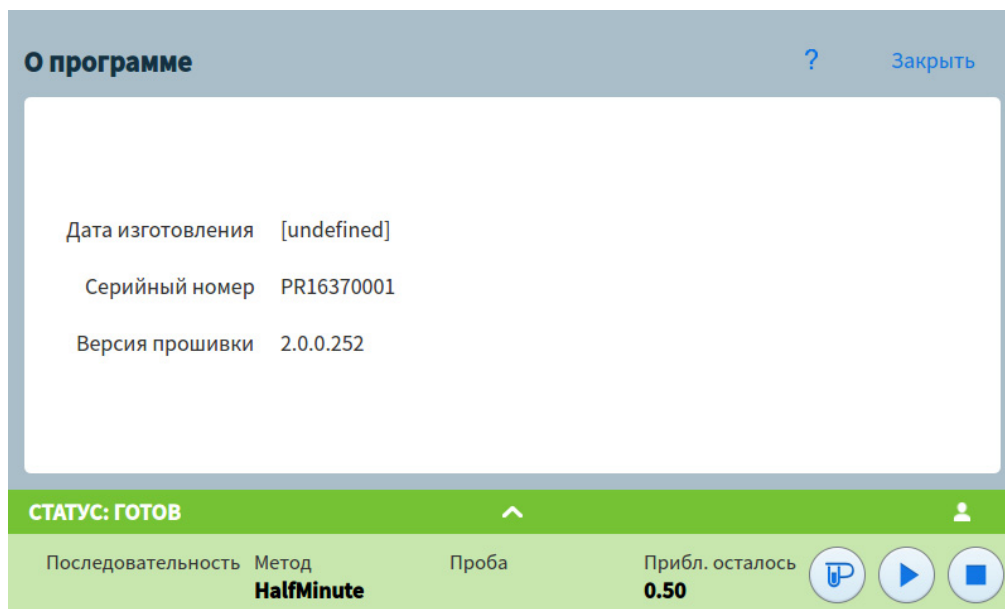

Рис. 38 Страница информации
- 2 Нажмите кнопку **О программе**. Появится страница информации. См. Рис. 38.